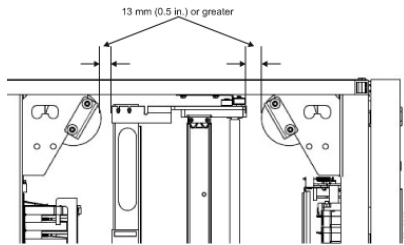

Figura 19. Espacio libre entre la cámara y el brazo robot
Las dimensiones máximas de la cámara pueden variar; sin embargo, ninguna pieza de la cámara debe superar los 60 mm (2,36 pulgadas) desde el centro del trípode (1/4-20 hebras UNC). Esto garantiza que exista espacio libre suficiente (como se indica en Figura 19) para que no se obstruya el movimiento del brazo robot.
**Nota:** La cámara debe estar colocada al menos a 13 mm (0,5 pulgadas) del descriptor de acceso para evitar una posible colisión (consulte Figura 19).